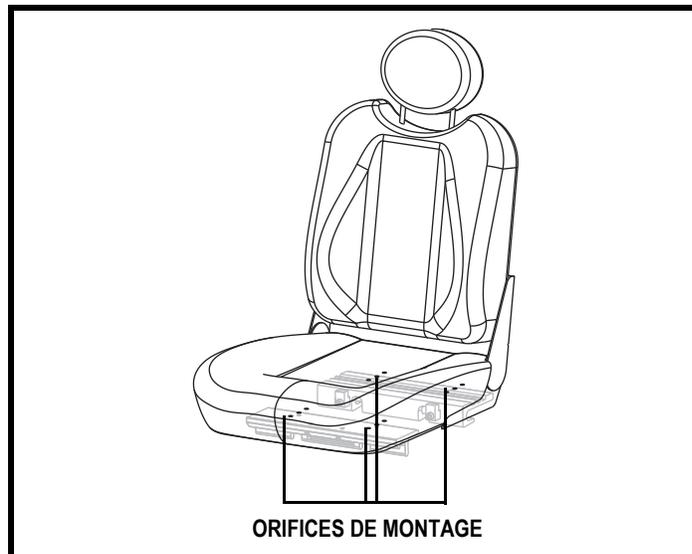

Figure 16. Réglage position du siège
5. Repositionnez les montants dans un ensemble différent d'orifices de montage. Vous devez régler les montants en ayant un nombre identique d'orifices devant et derrière la fixation sur chaque montant. **Voir la figure 16.**